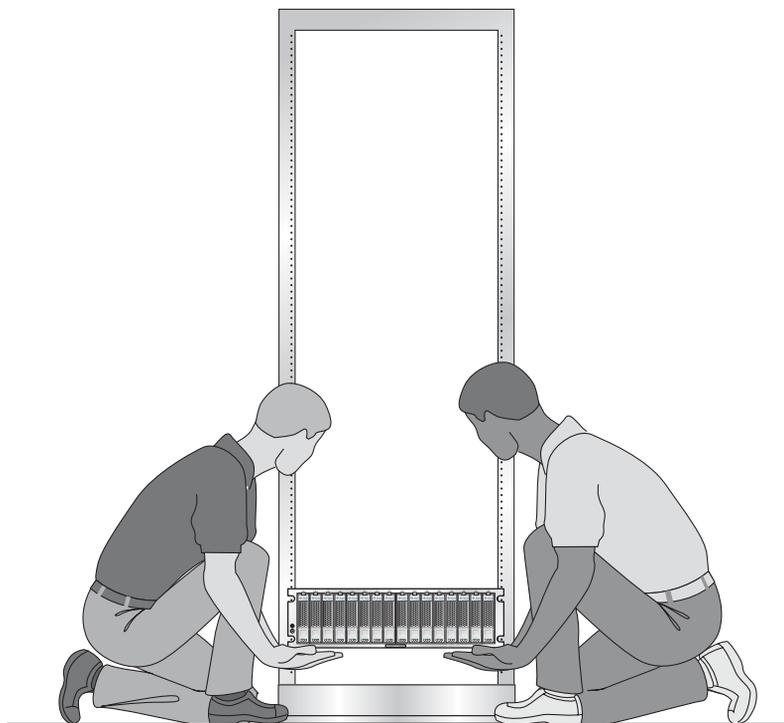

図 C-5 ラックへのトレイの設置
2. トレイの両側を 2 人で持ち上げ、左右のレールの出っ張り部分にトレイを静かに置きます (図 C-5)。